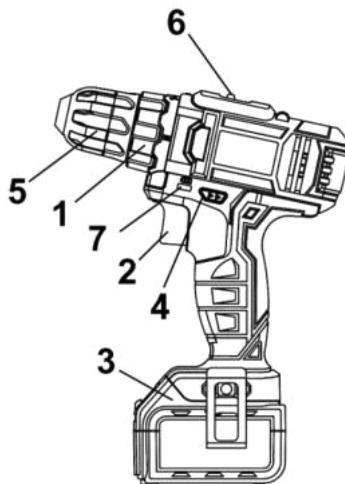

Рисунок 1
4.1.3 Встановіть необхідний крутний момент за допомогою кільця регулятора моменту затягування (1) (рис. 1).
4.3 Для ввімкнення виробу натисніть на клавішу вимикача (2) (рисунок 1). Для відключення виробу слід клавішу відпустити. Регулювання швидкості обертання патрона здійснюється ступенем натискання на клавішу вимикача.